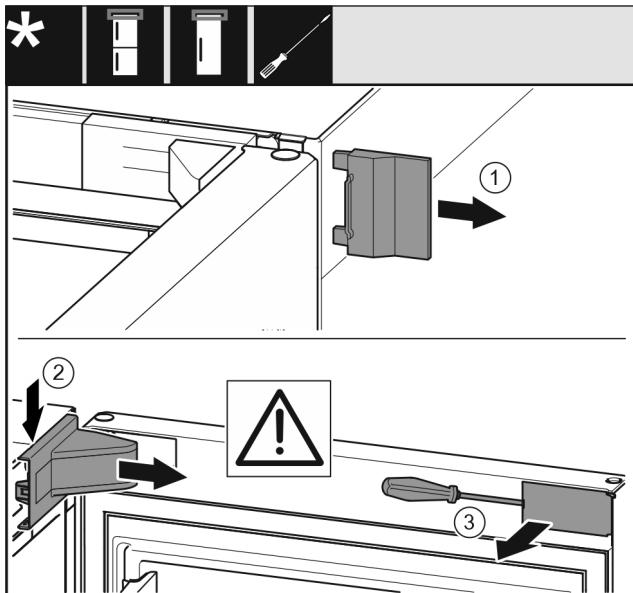

Fig. 11
- ▶ Снимите внешнюю крышку. Fig. 11 (1)
▶ Освободите и отсоедините крышку опорного кронштейна. Снимите крышку опорного кронштейна. Fig. 11 (2)
- ▶ При помощи шлицевой отвертки освободите накладку и отведите в сторону. Fig. 11 (3)